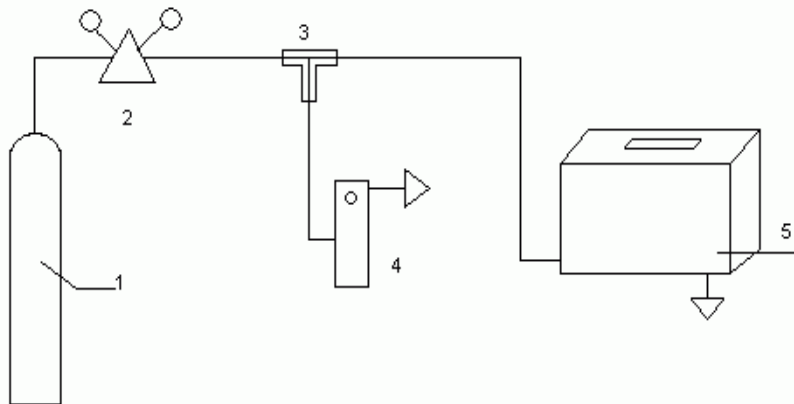
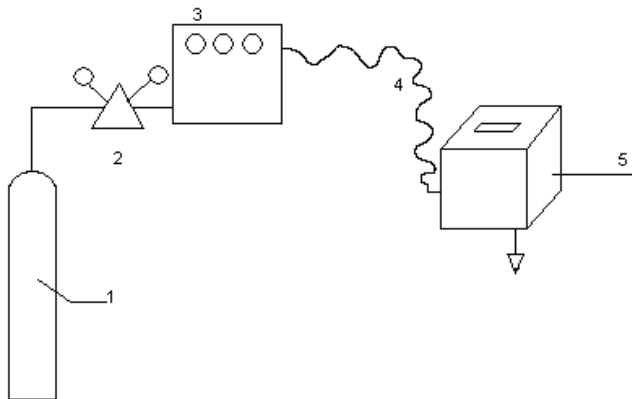

Рис. 1. Схема газовая принципиальная установки для проверки переносных ГС «Комета» серии ИГС-98 от баллонов со сжатыми газовыми смесями ПГС.
Рис. 2. Схема газовая принципиальная установки для проверки ГС «Комета» серии ИГС-98 от генератора газа.
Расположение кнопок на панели управления изображено на рис. 1 и рис. 2. Руководства по эксплуатации (в связи с совершенствованием приборов расположение кнопок может меняться).
3.2.1. Поверку ГС на чувствительность к таким газам, как O_2 , CO , CO_2 , H_2 , CH_4 , C_3H_8 , NO производят на установке, представленной на рис. 1, с использованием сжатых аттестованных пневмогазовых смесей (ПГС-ГСО) в баллонах.
звуковой сигнализации не происходит. Это сделано для безопасности человека и с целью побуждения ответной реакции оператора. Выключение сигнализации производится вручную нажатием кнопки «ВЫКЛ. СИРЕНЫ» на передней панели прибора (см. рис. 1 и рис. 2 в РЭ).
3.3.1. Поверка ГС на чувствительность к таким газам как H_2S , SO_2 , HCl , Cl_2 , формальдегид, NH_3 , NO_2 производится с использованием диффузионных газодинамических установок типа «Микрогаз-Ф». Принцип работы этого генератора газовых смесей основан на введении в газовый тракт генератора источника микропотока (ИМП), представляющего собой фторопластовую ампулу с жидким веществом. Концентрация газа на выходе генератора определяется производительностью вещества за счет диффузии через стенки фторопластовой ампулы (берется из паспорта на ИМП) и расходом газа-разбавителя. Для работы собирают установку по схеме на рис. 2.
Плата «O₂ – CH₄ – CO» - для одного парного термокаталитического сенсора, одного сенсора кислорода и одного 3-электродного электрохимического (возможно также подсоединение 2-электродного). Принципиальная схема – рис. 1, расположение элементов – рис. 1а.
Плата «CO – H₂S» - для двух 3-электродных электрохимических сенсоров (возможно подсоединение 2-электродного). Принципиальная схема – рис. 2, расположение элементов – рис. 2а.